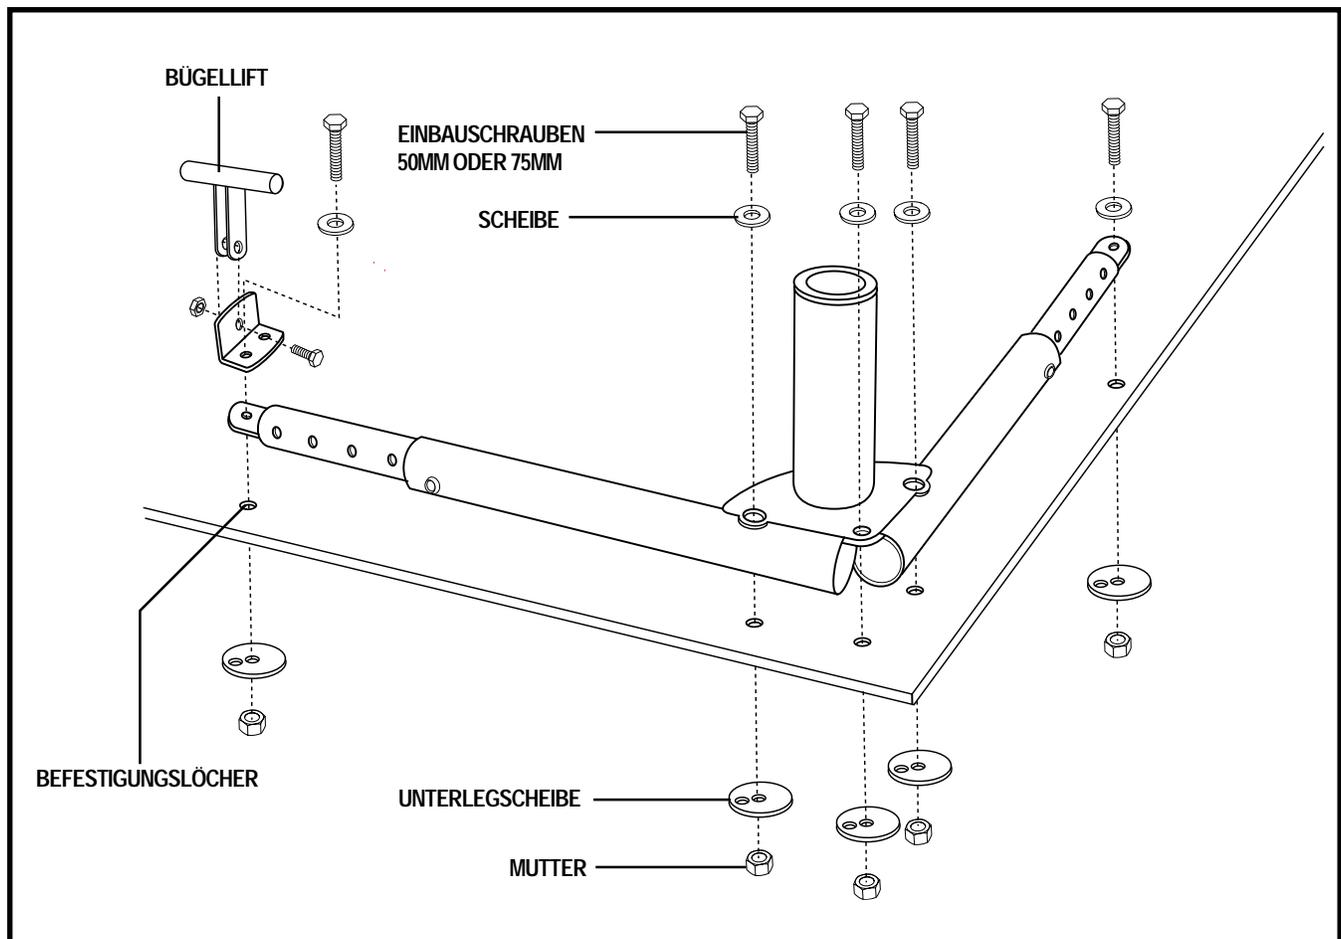

Abbildung 9. Sicherung des L-Rahmengestells
1. Überprüfen Sie an der Stelle des geplanten Einbaus des L-Rahmengestells die Unterseite des Fahrzeugs auf eventuelle Hindernisse, die die Montage der fünf (5) Einbauschrauben für die Verbindung des L-Rahmengestells mit dem Fahrzeug behindern könnten. Hindernisse könnten die elektrische Verkabelung, Benzintank, Stoßdämpfer oder Auspuffrohre sein. Sie müssten den Einbau ggf. korrigieren, um von diesen Hindernissen frei zu bleiben. Wenn möglich, installieren Sie das L-Rahmengestell mit voll ausgezogenen Rahmenauslegern. **Siehe Abb. 9.**
2. Sind unter dem L-Rahmen keine Hindernisse, markieren Sie die Position der fünf (5) Einbauschrauben und bohren Sie mit einem 9,5mm Bohrer die Löcher. Bohren Sie alle Bohrungen aus dem Fahrzeuginnenraum heraus. **Siehe Abb. 9.**
4. Positionieren Sie den Bügellift am Ende des Grundrahmens, der parallel mit der Hinterseite des Fahrzeugs verläuft und schieben Sie durch dessen Bohrung und dem L-Rahmen die Schraube mit der entsprechenden Unterlegscheibe. **Siehe Abb. 9.**
6. Installieren Sie von der Unterseite des Fahrzeugs aus die Unterlegscheiben und Muttern zu allen fünf (5) Einbauschrauben und ziehen Sie sie fest. **Siehe Abb. 9.**